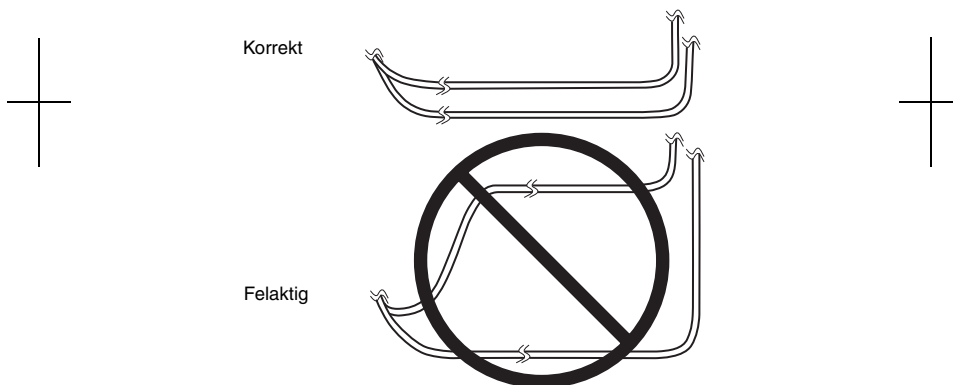

Fig 5. Väg för två elektroder.
- När två elektroder är implanterade, ska elektroderna ledas så att avståndet blir minsta möjliga mellan dem (Fig. 5). Om elektroderna läggs i en slynga och patienten utsätts för källor som skapar elektromagnetisk störning (t.ex. stöddetektorer), kan patienten uppleva en tillfällig ökning av stimuleringen, som av en del patienter beskrivits som obehaglig (känsla av stötar eller chocker).